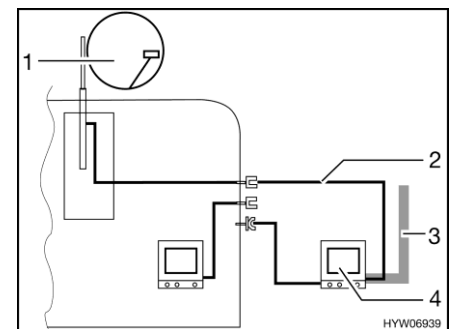

Bild 135 TV im Vorzelt
- TV im Vorzelt (Bild 135,4): Anschluss an Dachantenne (Bild 135,1) mit Verbindungskabel (Bild 135,2)
- TV im Vorzelt (Bild 135,4): Anschluss an externe Antenne (Bild 135,3)